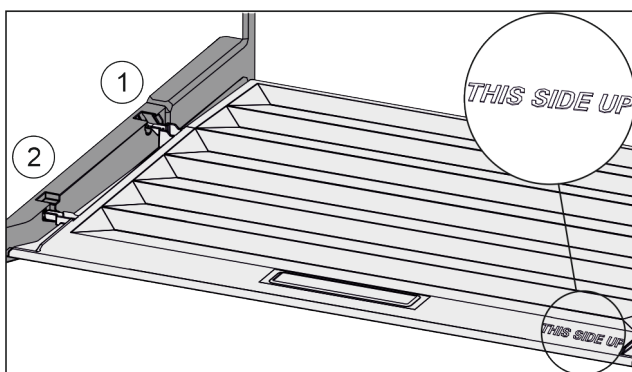

Fig. 91
- ▶ Výstupky veka zavedte cez otvor zadného držiaka Fig. 91 (1) a zaistíte vpredu v držiaku Fig. 91 (2).